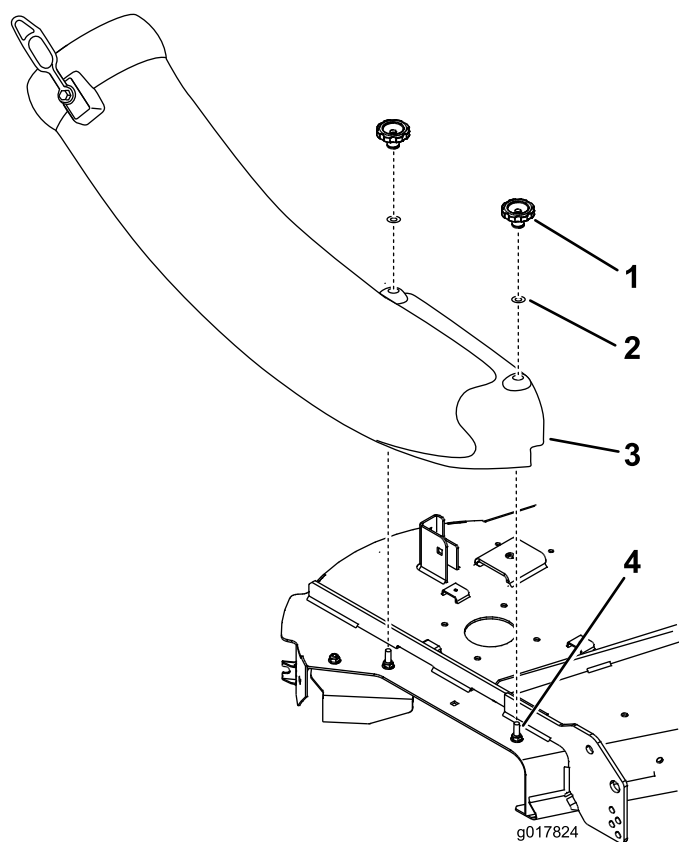

Figure 26
5. Alignez les trous de la goulotte et posez-le sur les boulons. Fixez la goulotte au tablier de coupe avec deux boutons et rondelles plates (5/16") (Figure 26).